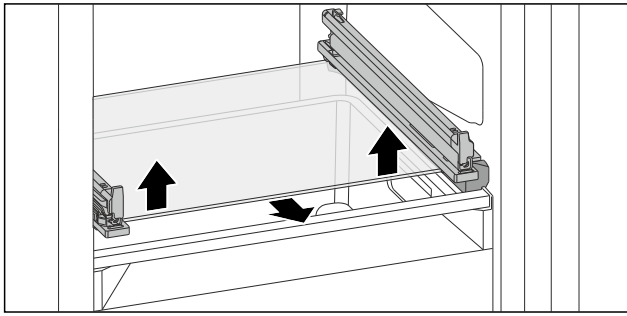

Fig. 133 Glasplaat van de kantelbare schuiflade
- ▶ Glasplaat van onderaf aan beide zijden omhoog drukken. (zie Fig. 133)